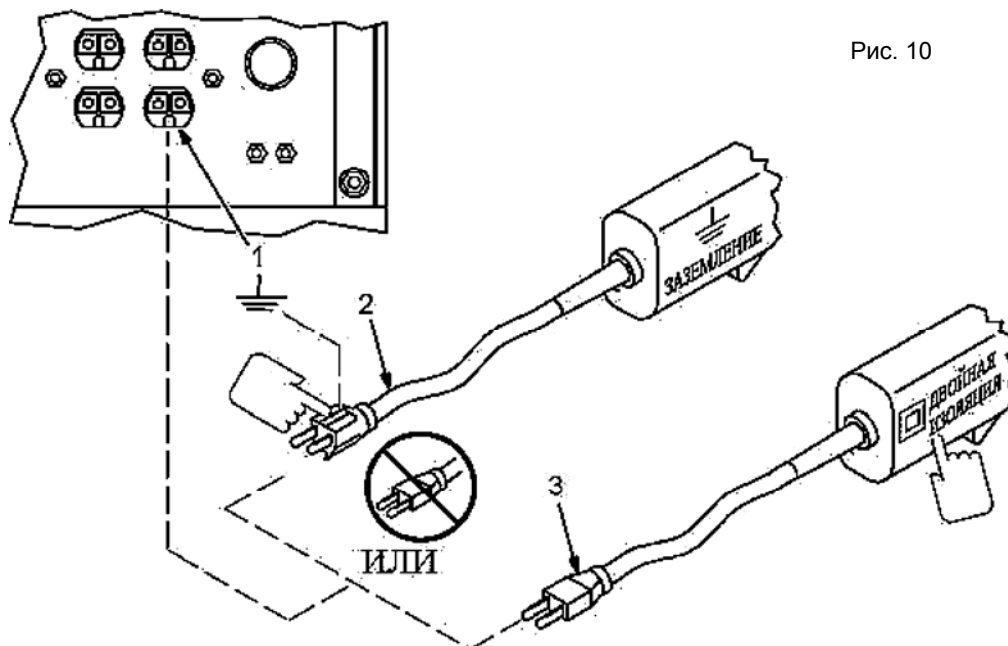

Рис. 10
3. Слить топливо из поплавковой камеры карбюратора, вывинтив пробку (поз.17 рис.10). После слива установить пробку поз.17 на место и затянуть.
5. Подключаемые потребители должны иметь (рис. 10):